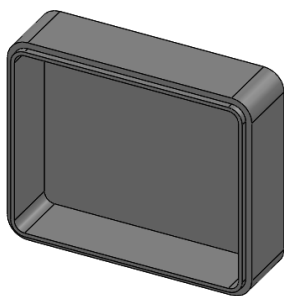

图 5-131 生成唇缘/凹槽扣合特征后的零件实体模型
- [5] 单击【确定】按钮，生成唇缘/凹槽扣合特征后的零件实体模型，如图 5-131 所示。